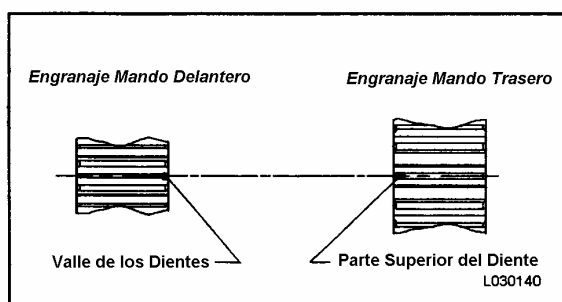

FIGURA 3-16. SINCRONIZACION DEL ENGRANAJE DE LA BOMBA
**NOTA:** Para asegurarse que la bomba de engranaje esté correctamente sincronizada durante el reensamblado, haga una marca en el extremo del eje de entrada para indicar la ubicación del valle entre dos dientes del engranaje. Consulte la Figura 3-16 que ilustra la sincronización de engranaje.
20. Monte el engranaje de mando trasero (1) y el engranaje de ralentí (13). El engranaje de mando trasero debe estar sincronizado con el engranaje de mando delantero. Esto se cumple alineando un diente del engranaje de mando trasero con el valle de dos dientes del engranaje de mando delantero, como se muestra en la Figura 3-16.